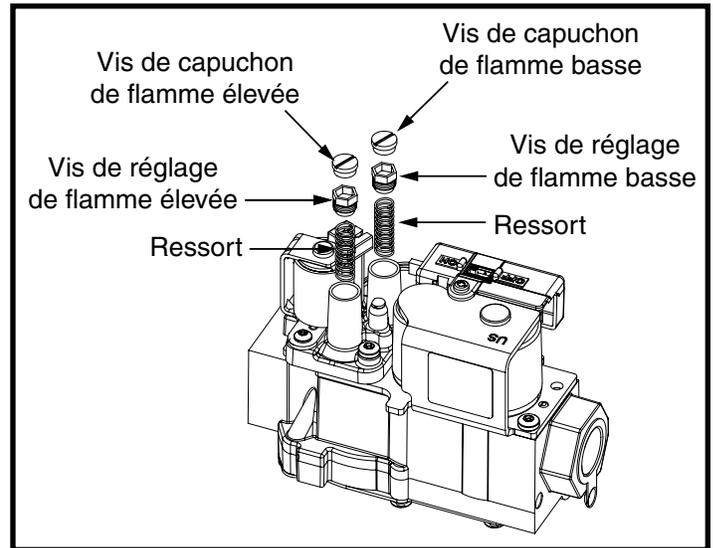

Figure 2. Conversion de le robinet de gaz
8. Retirez la vis du capuchon de flamme ÉLEVÉE. Voyez la Figure 2 (page 3).
1. À l'aide d'un tournevis Torx-25, tournez lentement la vis de réglage jusqu'à l'obtention de la pression d'admission donnée dans le Tableau 2. Voir la Figure 2.